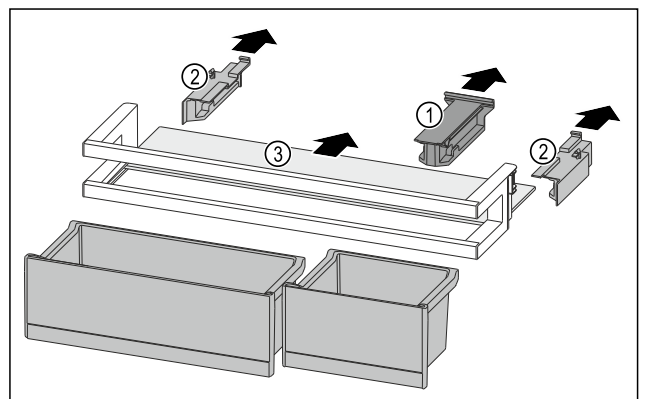

Fig. 91
- ▶ Retirer la pièce de retenue Fig. 91 (1).
- ▶ Retirer les parties latérales Fig. 91 (2).
- ▶ Retirer la tablette de rangement Fig. 91 (3).